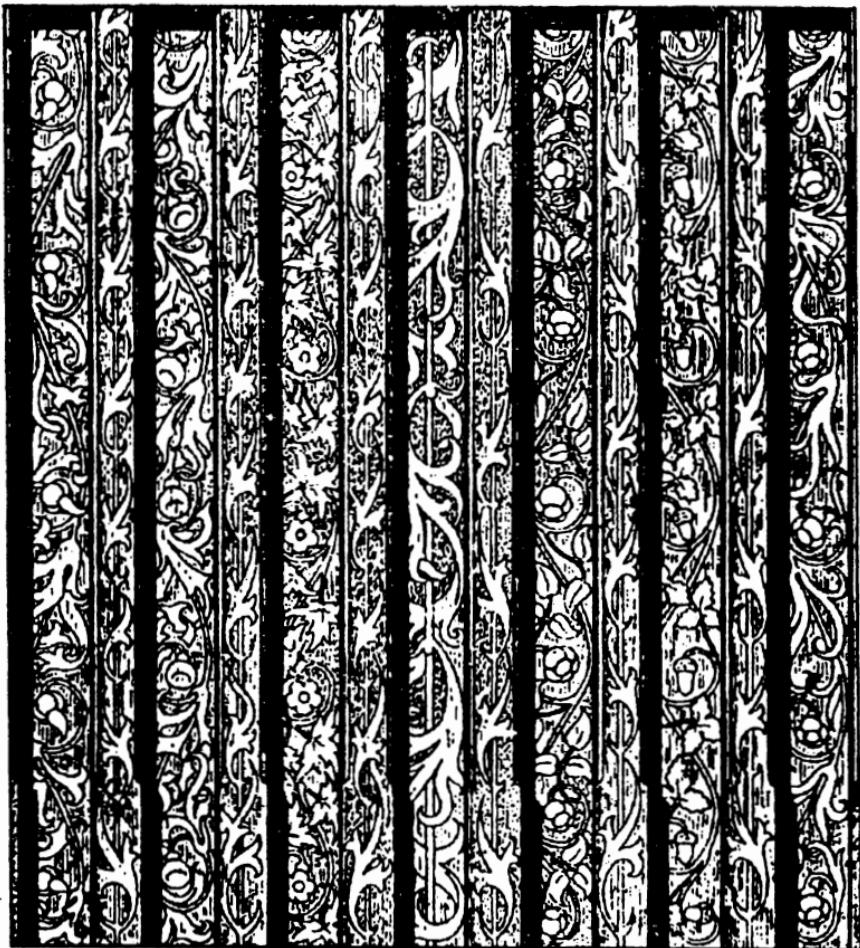

Рис.130.
- 1) С открытыми (выпускными) балками. (Рис. 130).